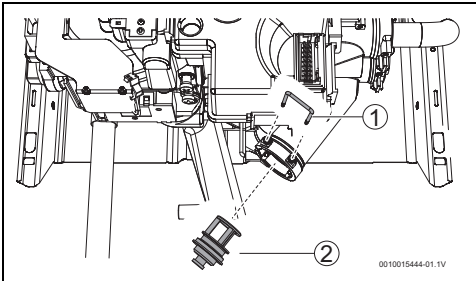

Fig. 10 Vaciado
- ▶ Vaciar aparato (→fig. 10).